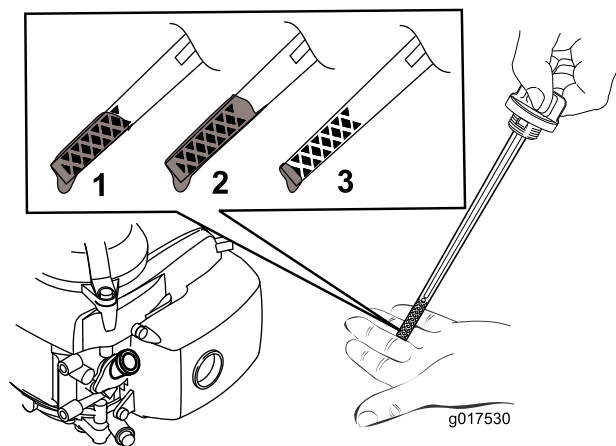

Рисунок 10
5. Для того, чтобы правильно определить уровень масла на масломерном щупе, см. Рисунок 10.
Примечание: Заливайте масло в картер двигателя до достижения требуемого уровня по масломерному щупу как показано на Рисунок 10. В случае перелива слейте некоторое количество масла из двигателя, как описано в Замена масла в двигателе \(страница 17\).